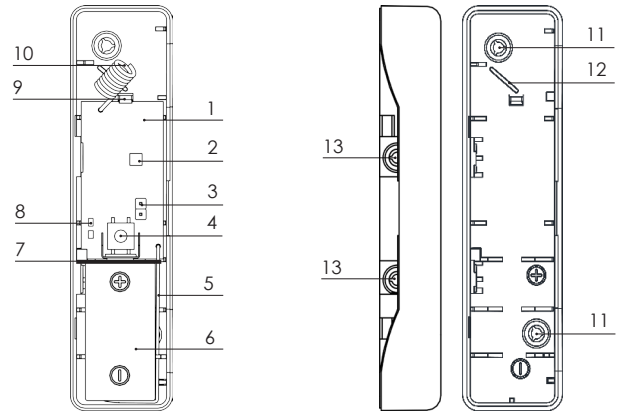

Рисунок 1 – Конструкция «Ri-TD-1»
Для извлечения печатной платы следует отжать защелку (9) (рис. 1а) в основании корпуса.